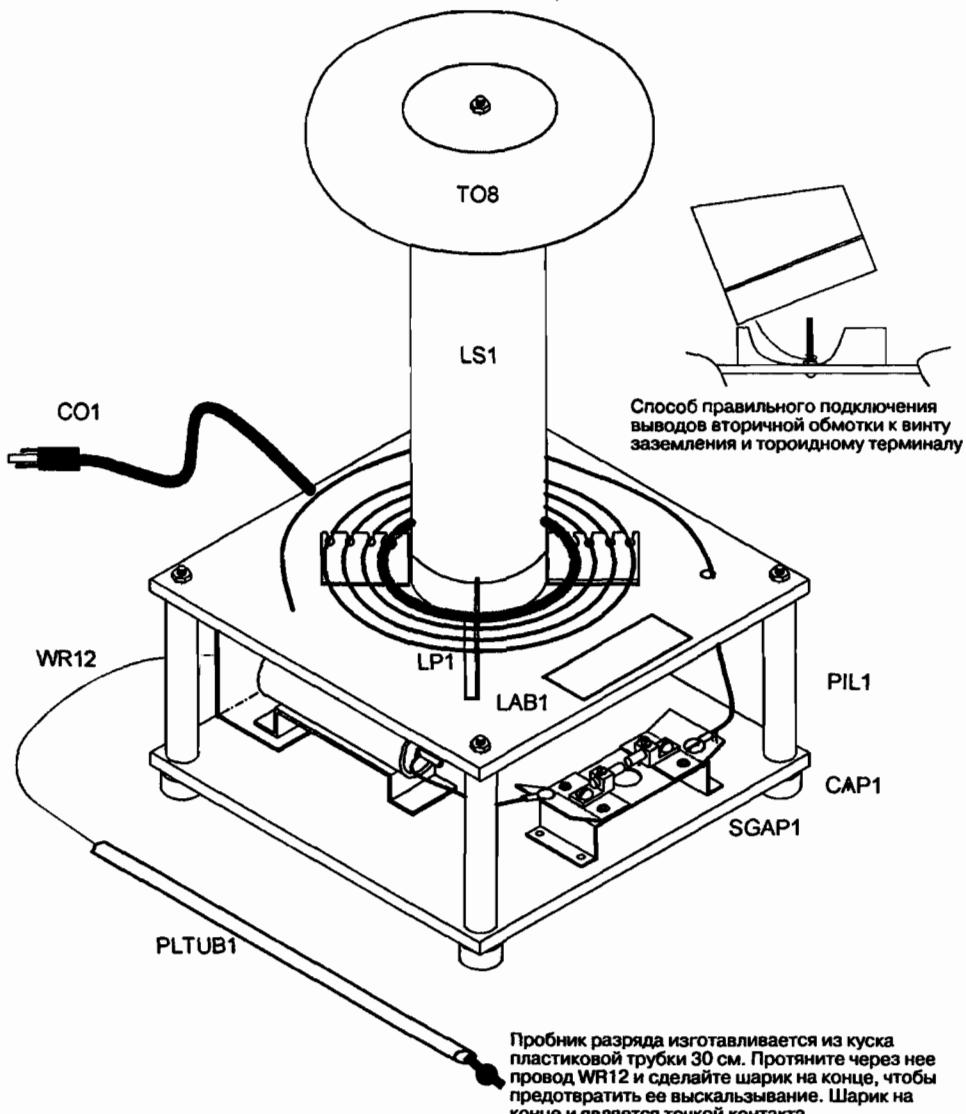
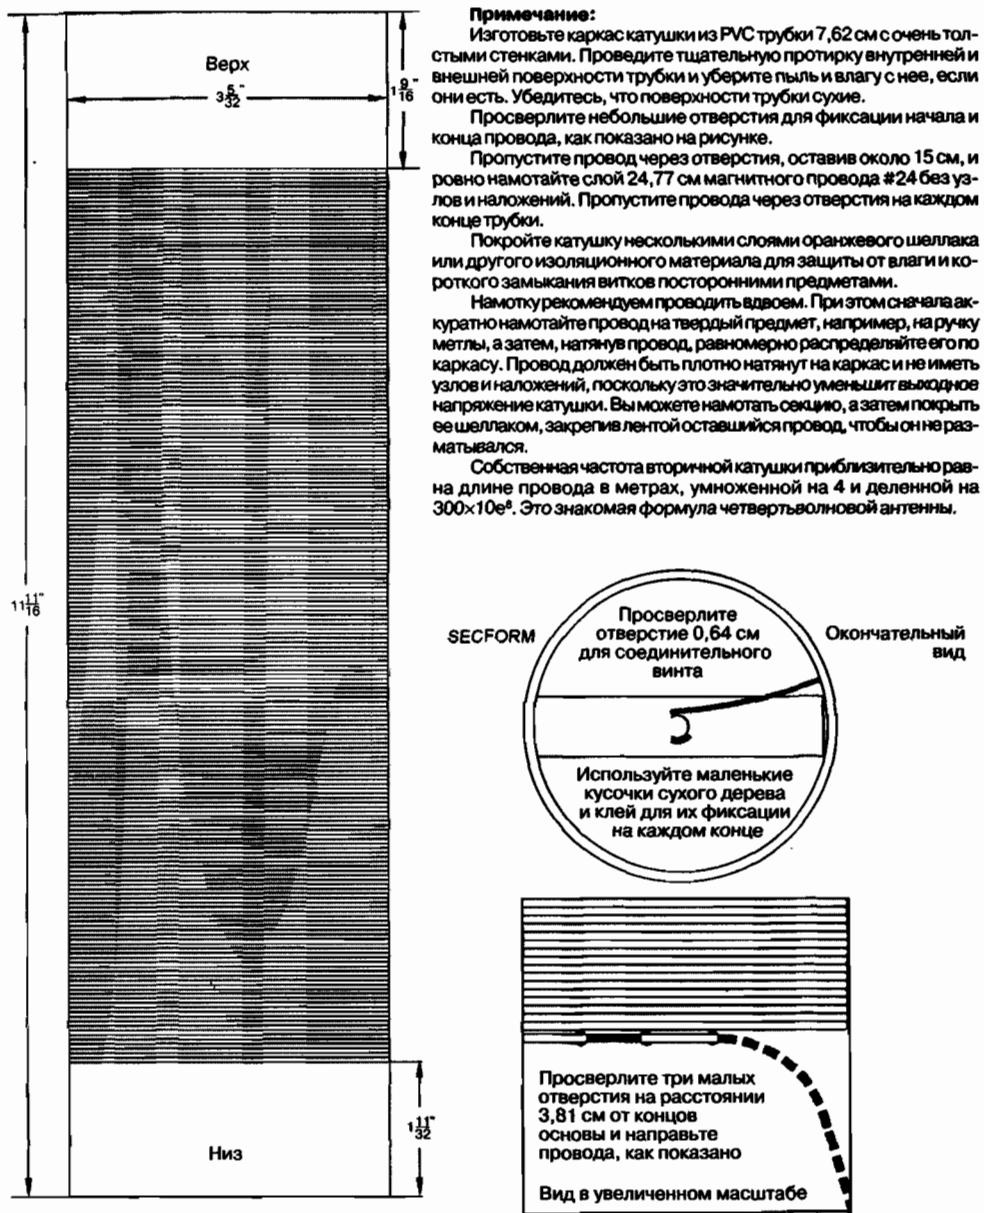

Рис. 14.3. Чертеж готовой катушки Тесла в изометрии, вид сзади
Рис. 14.4. Вторичная обмотка катушки Тесла
Устройство, показанное на рис. 14.3, состоит из первичной LP1 и вторичной LS1 катушек. Катушка LS1 содержит около 500 витков, намотанных на каркас с толстыми и прочными стенками из поливинилхлорида (PVC) длиной 43,2 см. Она обладает собственной резонансной частотой, определяемой индуктивностью и емкостью, обычно около 500 кГц. Первичная цепь состоит из запускающей
- Соберите субсборку второй катушки LS1, как показано на рис. 14.4.
8. Изготовьте четыре столбика PIL1 из PVC трубы 1,27 длиной 14,6 см (см. рис. 14.3).
19. Соберите устройство и проверьте правильность механической сборки и электрических соединений. Промаркируйте устройство, как показано на рис. 14.3 и 14.18.
21. Протяните провод отвода через соответствующее отверстие и присоедините зажим «крокодил» CLIP1. Вставьте сборку вторичной катушки в крышку CAP350, прикрепив обратный провод заземления к винту. Этот провод должен быть как можно короче, иначе в катушке может произойти пробой. Присоедините внешний зажим к верхней части катушки, используя ту же процедуру (см. рис. 14.3). Перед следующим этапом вы должны каждый раз вынимать из розетки провод питания до проведения настроек. Провод отвода создает опасность удара, поскольку через него проходит ток 23 мА на заземление.
Провода, идущие к вторичной катушке, не должны образовывать ни одного витка внутри каркаса катушки, иначе могут повлечь за собой пробой и невосстанавливаемое повреждение (см. рис. 14.3). Вид деревянного блока для фиксации проводов показан на рис. 14.4.